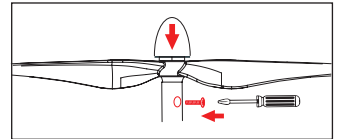

Figure 2: Installation des hélices
6. Les hélices neuves doivent être enfoncées au maximum. Veuillez ensuite revisser la vis situés sur le rotor. (Figure 2)